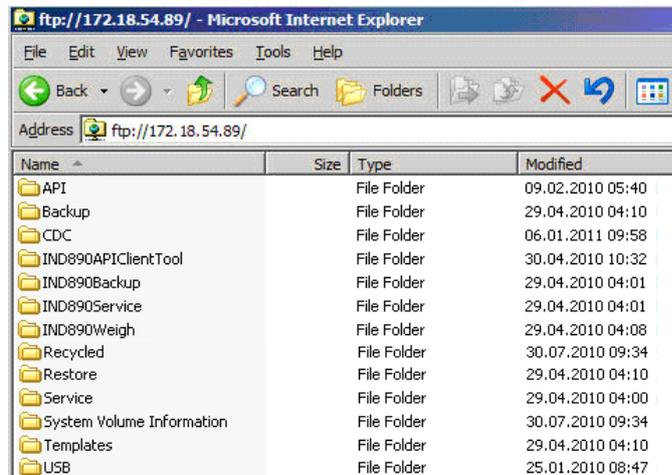

Figura B-8: Ventana FTP de Internet Explorer
3. A continuación, Explorer muestra la estructura de directorios del IND900 (Figura B-8).